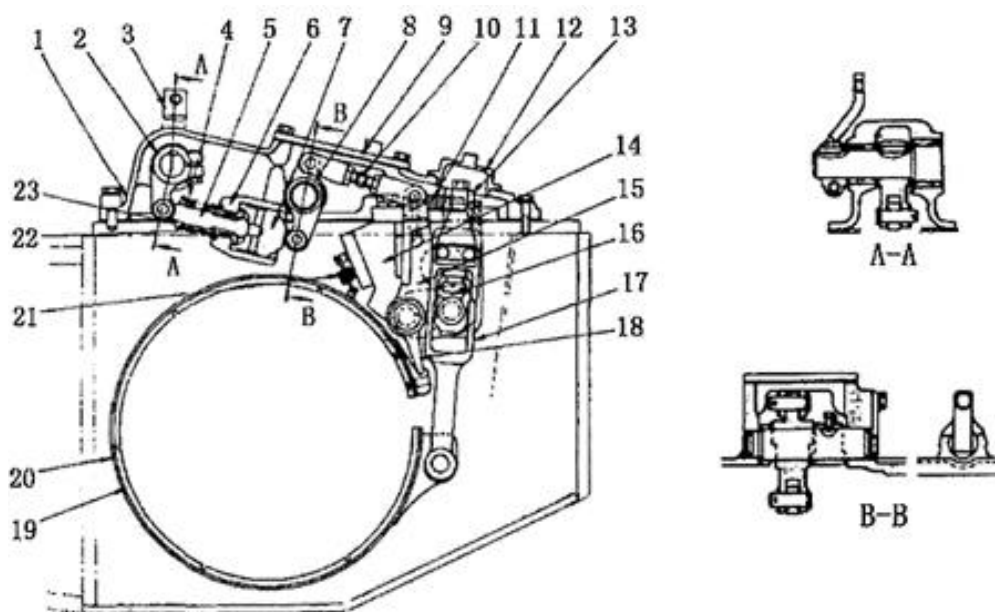

Рис. 5-39
5.7 Тормоз рулевого механизма (см. Рис. 5-39)